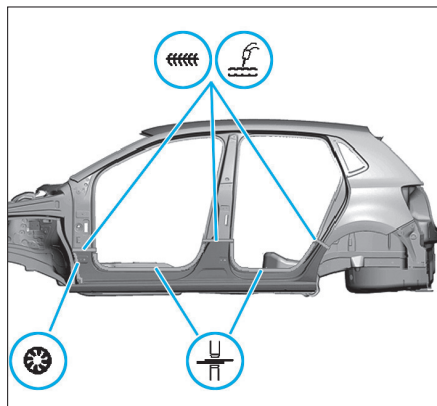
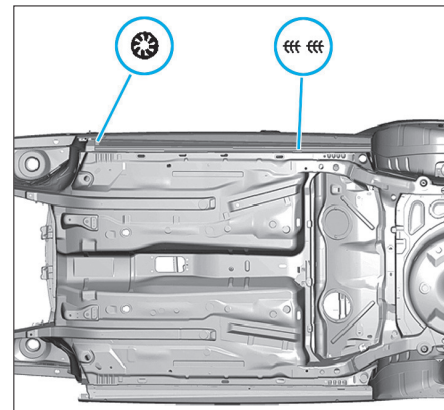

FIG. 77
FIG. 78
- Poser, ajuster et souder le nouvel élément (Fig.77) et (Fig.78).